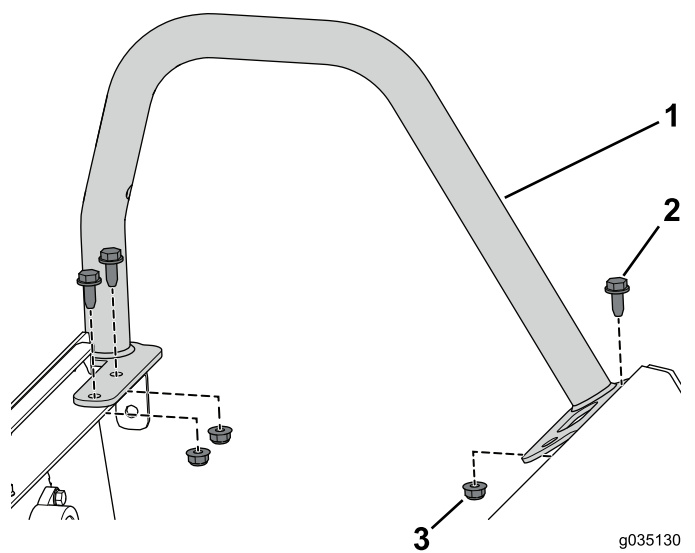

图54
2. 卸下固定左臀部固定管的3个凸缘螺栓和凸缘螺母 图54。